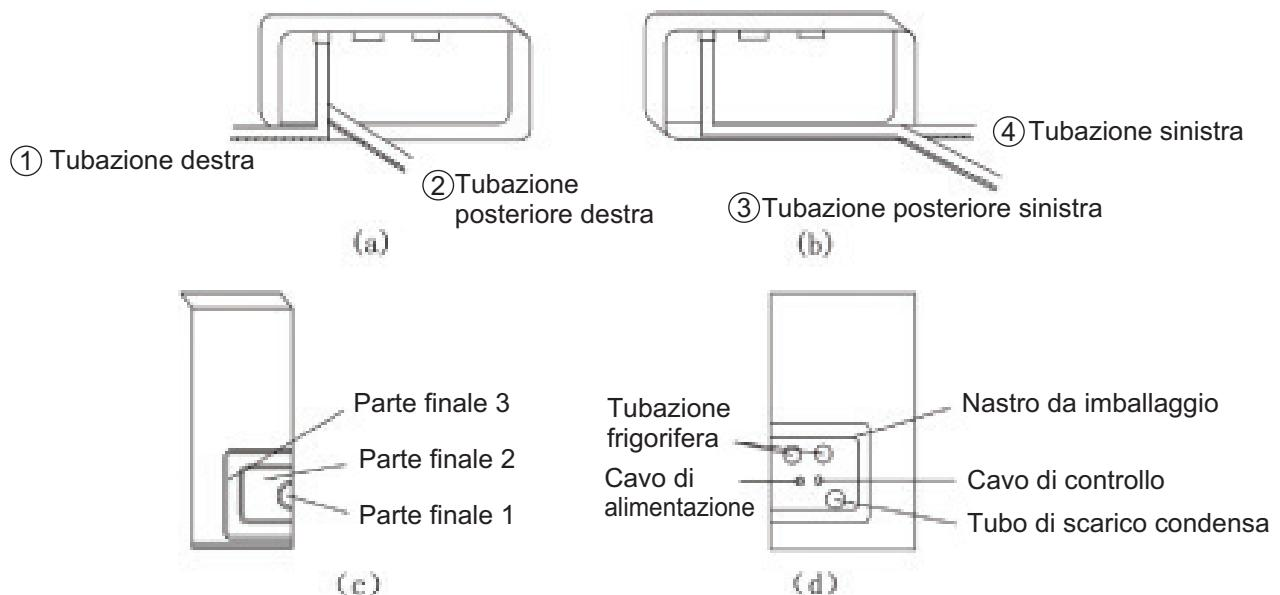

Fig. 5.6
- (1) Quando si fanno uscire le tubazioni ed i cablaggi dal lato sinistro o destro dell'Unità Interna, è necessario tagliare la parte finale del tubo lasciata sul supporto dell'Unità (vedi Fig. 5.6).
- (2) Far passare i tubi e i cavi attraverso il foro per le tubazioni, dopo averli nastrati (fare riferimento alla Fig. 5.6 (d)).
- (3) Collegare il gancio dietro l'Unità Interna al gancio sul pannello, e muovere l'Unità verso sinistra e verso destra per verificare che sia correttamente fissata.
- (4) Verificare che l'Unità Interna sia installata ad almeno 2.5 metri dal pavimento.